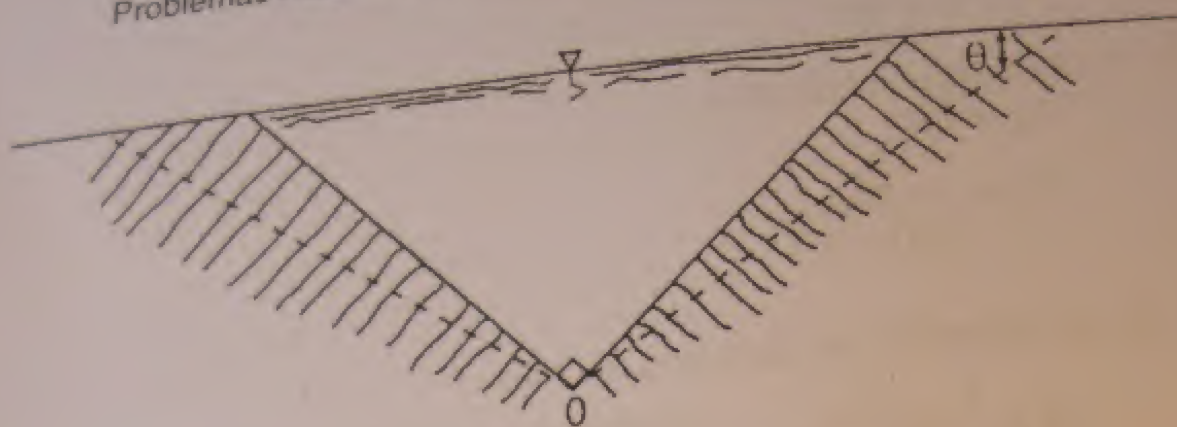

Figura 6. Sección transversal cauce
8. Un cauce, cuya sección es un triángulo rectangular en C, debe ensancharse de modo que el caudal sea el doble (figura 6).